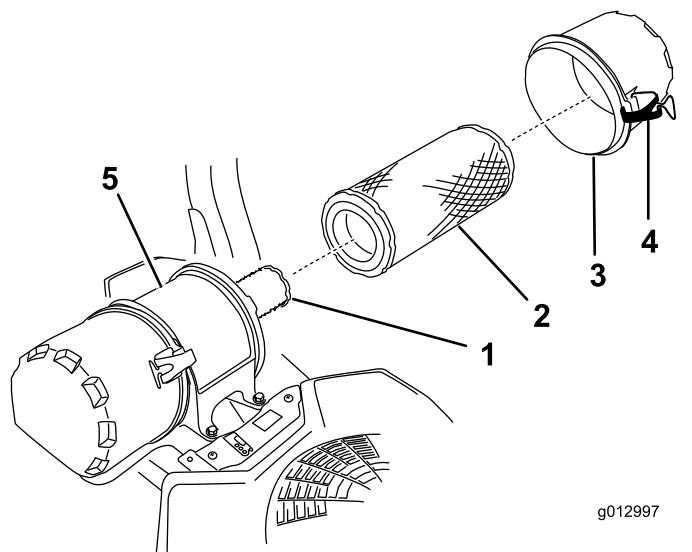

Figure 47
2. Si vous remplacez l'élément intérieur, insérez-le avec précaution dans le boîtier du filtre (Figure 47).
3. Placez ensuite le préfiltre sur l'élément intérieur avec le même soin (Figure 47).
4. Remettez en place et verrouillez le couvercle du filtre à air (Figure 47).